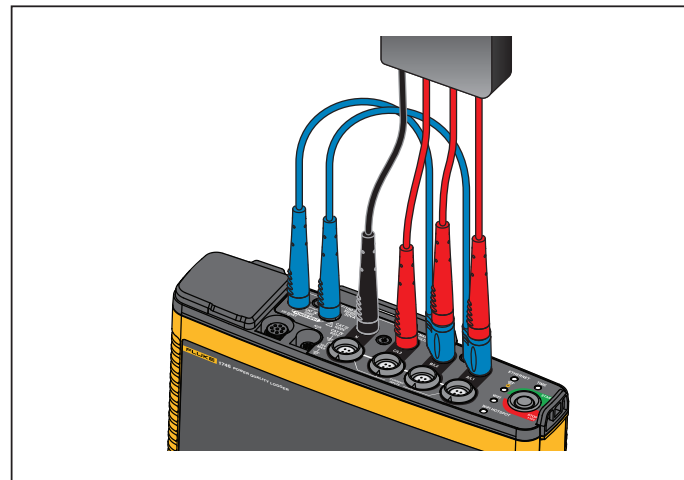

Abbildung 8. Messung ohne Neutralleiterspannung und Gerätestromversorgung
- Verbinden Sie B/L2 mit dem zweiten Netzteileneingang. Siehe Abbildung 8.